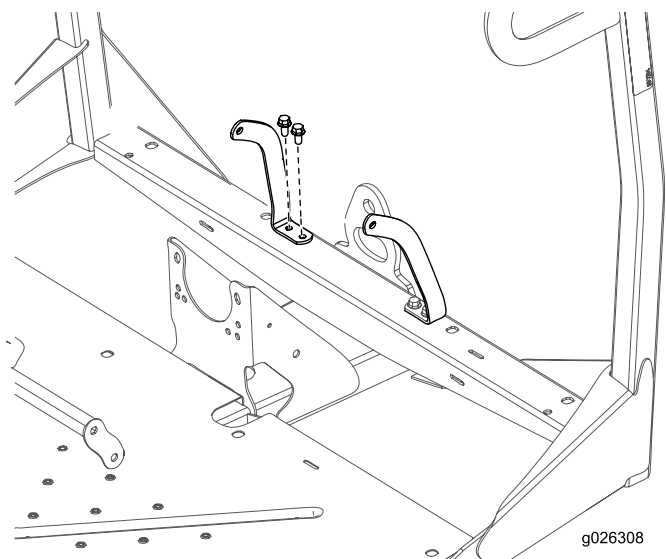

Figura 9
4. Fissate l'ancoraggio sinistro e destro della cintura di sicurezza al telaio anteriore con 4 bulloni (3/8 poll.) e 4 dadi (3/8 poll.) (Figura 9).